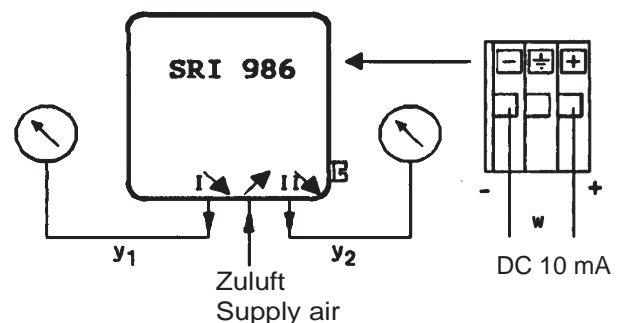

Abb. 25: Prüfschaltung für doppelwirkenden Stellungsregler
- Stellungsregler laut Prüfschaltung Abb. 25 anschließen. Zuluft 6 bar vorgeben.